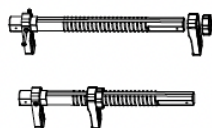

Figure 12
10. Faites glisser la plaque de pression fixe sur une extrémité de la tige fileté et alignez-la avec le trou traversant de la tige, puis fixez-la à l'aide d'une vis M6x45. Faites glisser la plaque de pression mobile sur l'autre extrémité de la tige fileté et serrez-la avec un écrou. Référez-vous à la Figure 12 pour la position des plaques de pression et des écrous. Installez deux ensembles comme décrit.